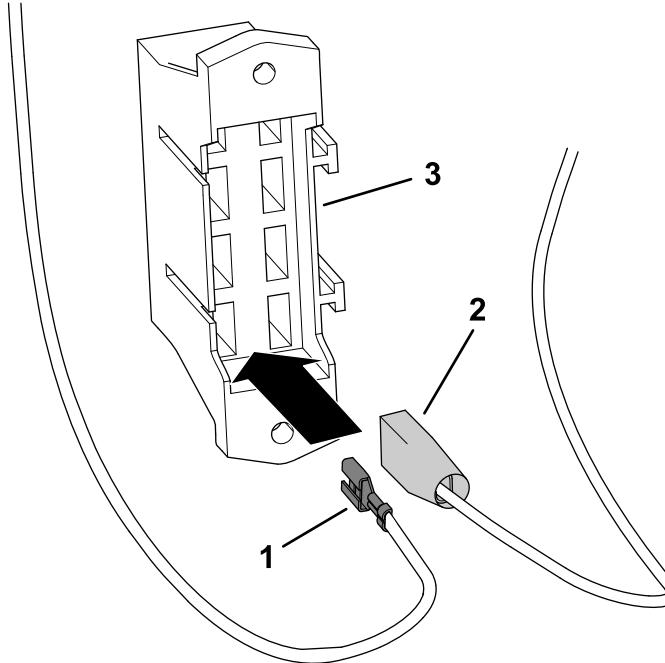

图5
2. 将线束上的公接头或母接头连接至保险丝盒的开口 (图5)。